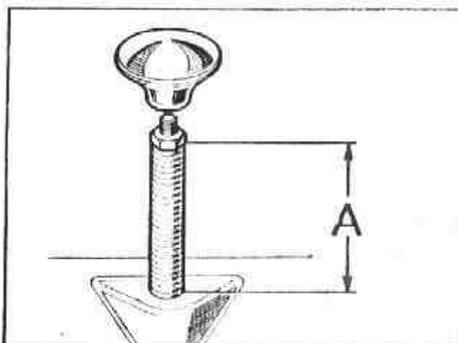

Fig. Q1-26 Ajuste de la palanca para tracción total
- A) Una vez instaladas las arandelas, muelle y tuerca, se empujará la palanca hacia abajo y se ajustará la contratuerca para que la longitud, A (Fig. Q1-26) del muelle comprimido sea de 57 a 58 mm.